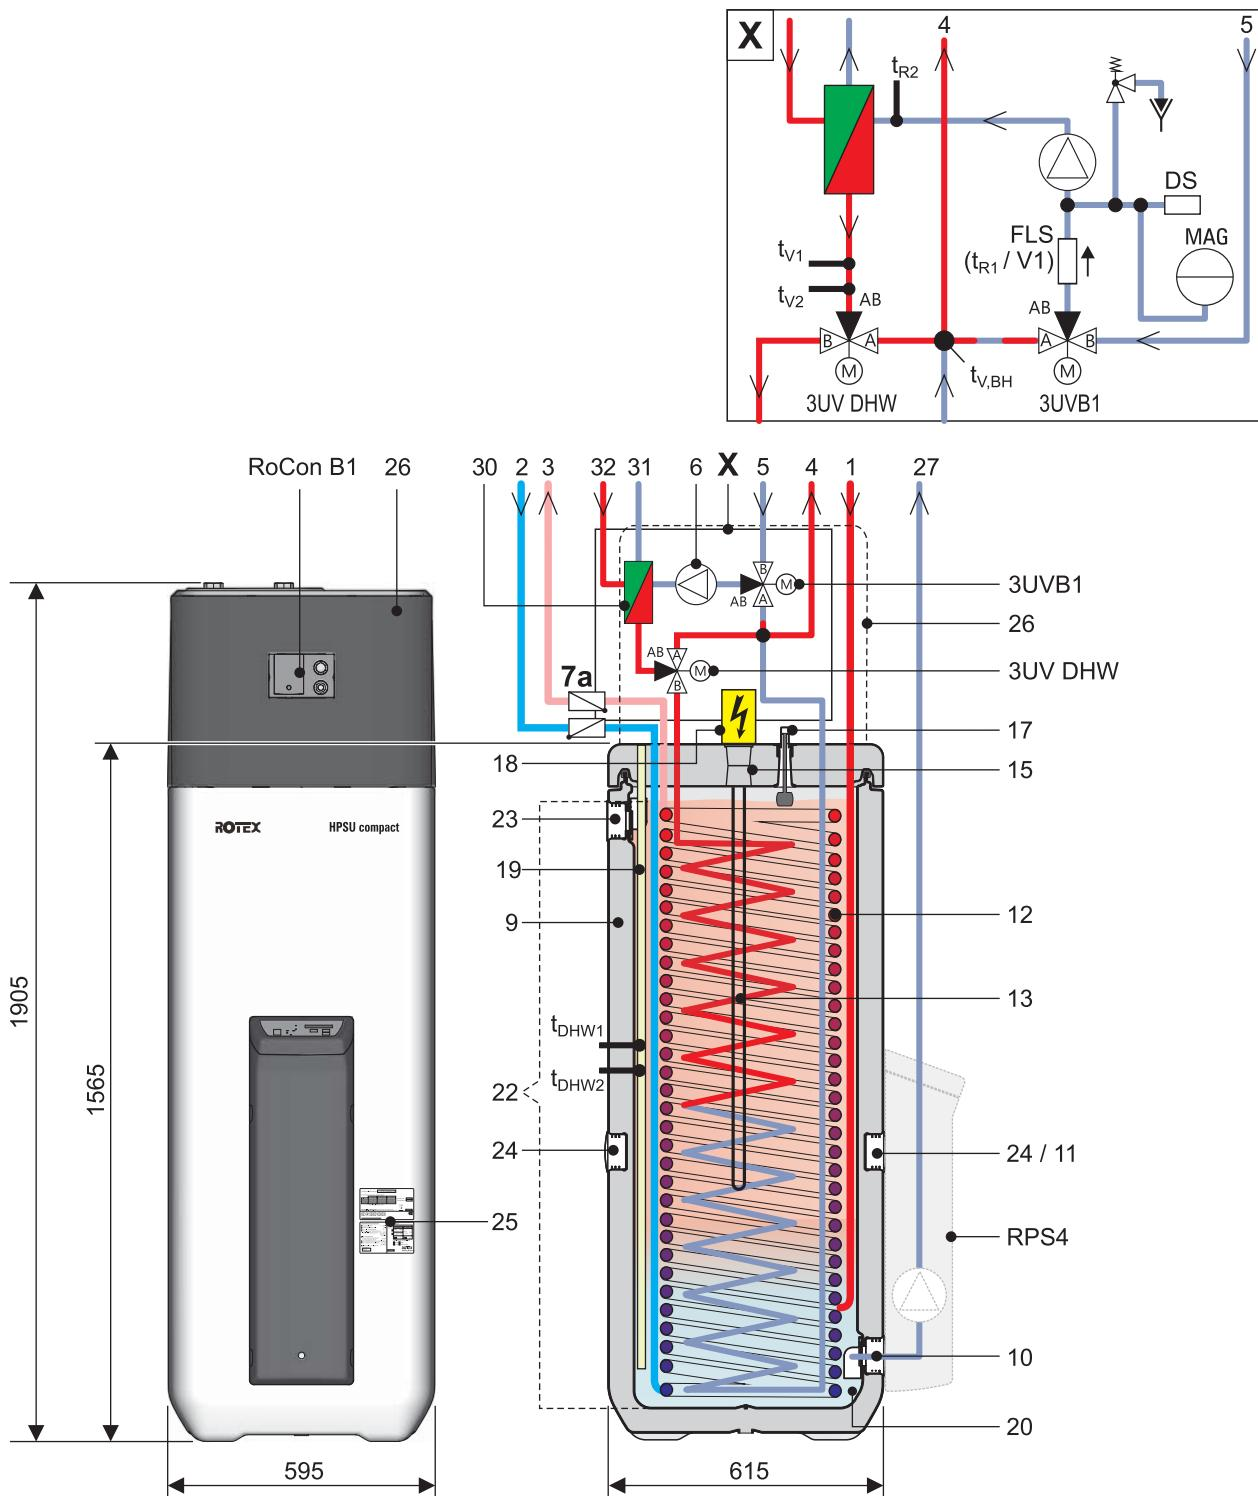
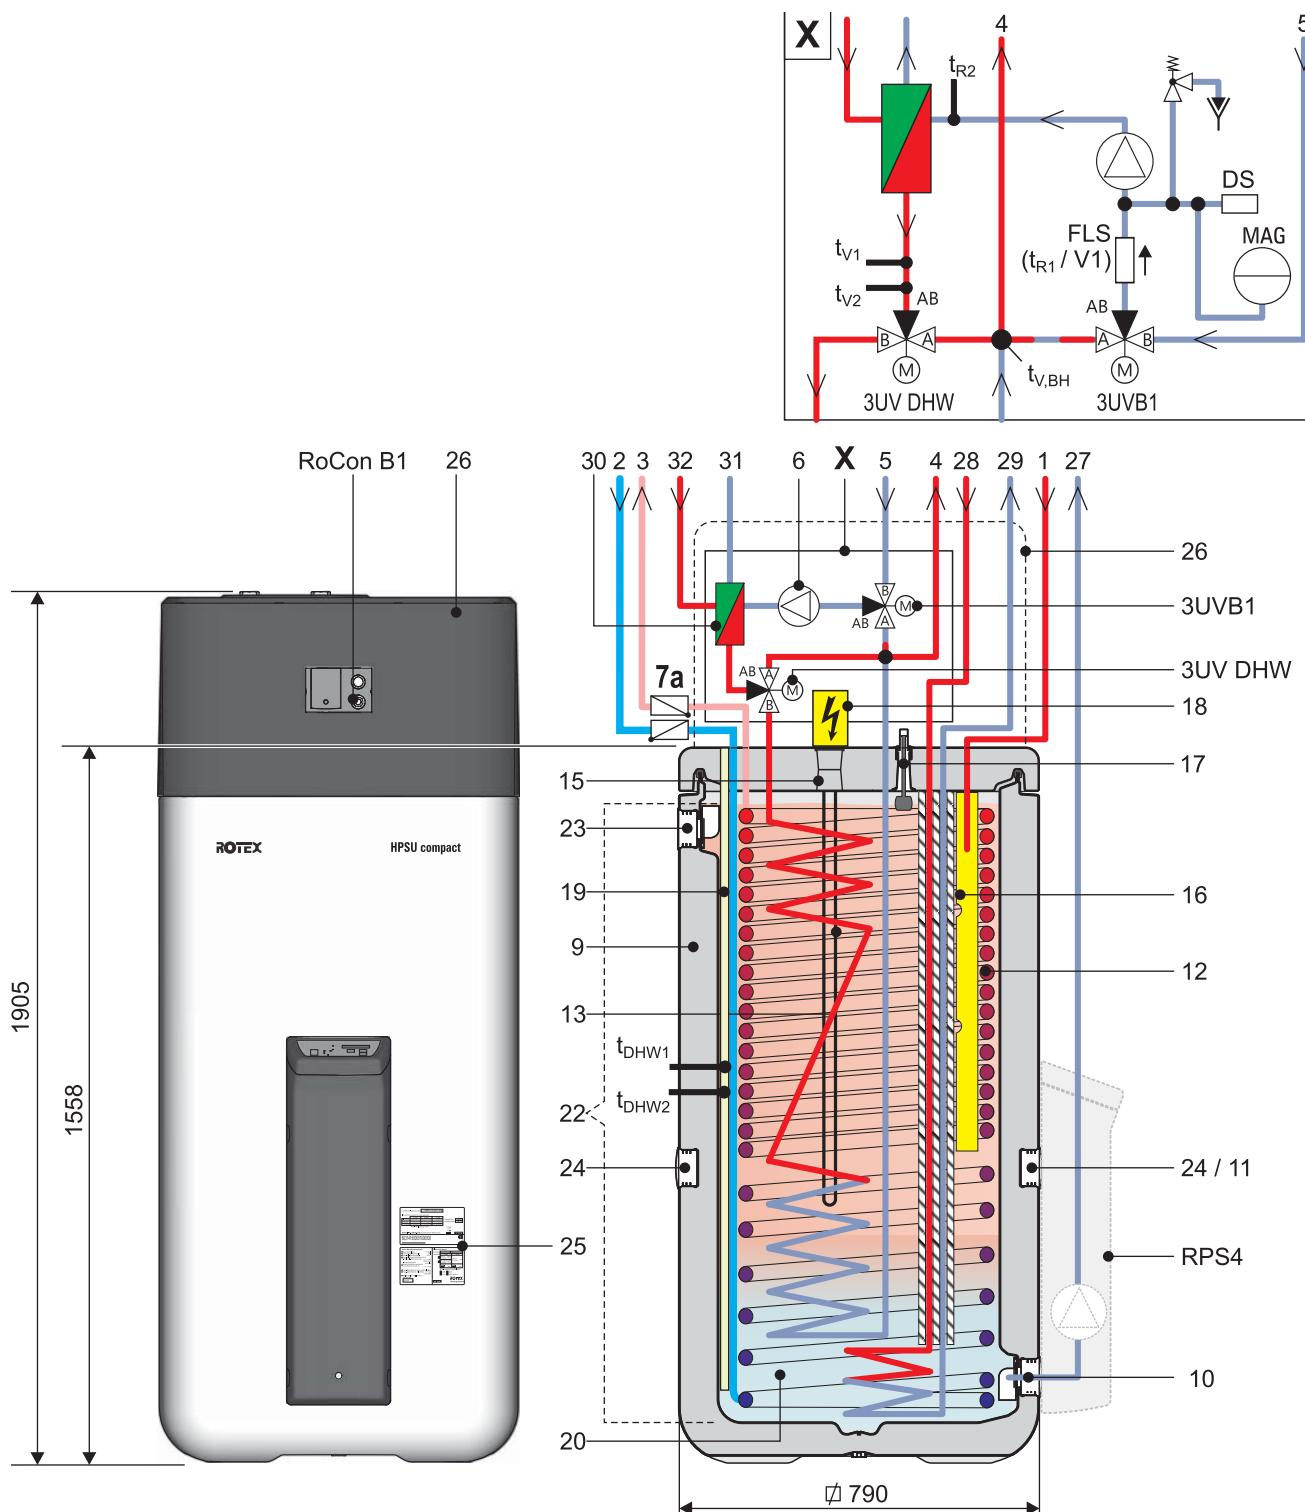

Bild 3-2 Aufbau und Bestandteile ROTEX HPSU compact 304/308 DB (Außenansicht und Innenaufbau)
Bild 3-5 Aufbau und Bestandteile ROTEX HPSU compact 508/516 Biv (Außenansicht und Innenaufbau)
Tab. 3-1 Legende zu Bild 3-2 bis Bild 3-5
- Am Speicherbehälter die Abdeckblenden (Bild 4-4, Pos. B) abziehen und die Gewindestücke (Bild 4-4, Pos. F) aus den Öffnungen herausdrehen, an welchen die Handgriffe montiert werden sollen (Bild 3-2 bis Bild 3-5, Pos. 24).